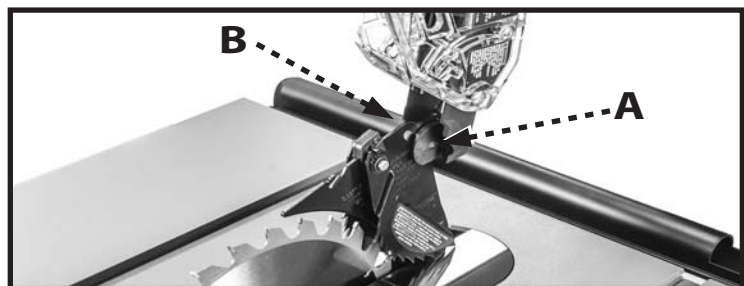

FIGURA 6
Sujete la protección de disco en la posición indicada en la Figura 6 y coloque el perno con la ranura en la cuchilla de separación (B). Tire de la protección del disco para colocarla en su sitio.